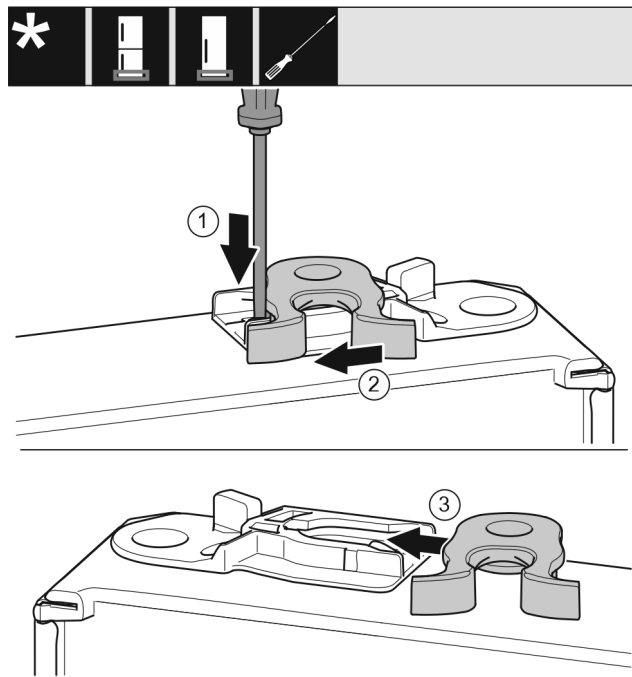

Fig. 19
- Shtypni për poshtë gjuhëzën me një kaçavidë me kokë petë. Fig. 19 (1)
- Nxirrni jashtë nga foleja udhëzuese grepat e mbylljes. Fig. 19 (2)
- Shtyni poshtë grepat e kapjes në folenë udhëzues në anën tjetër. Fig. 19 (3)